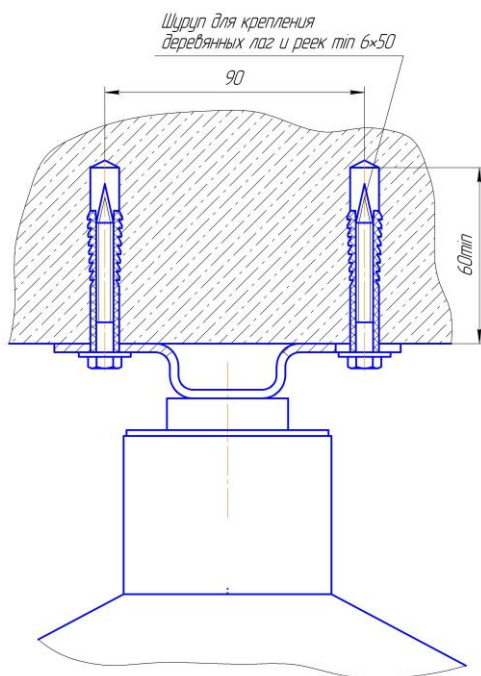

Рис.3.
6.2.1 МПП крепить к потолочному перекрытию (Рис.3) дюбелями диаметром 10 мм, саморезами или шурупами минимум 6*50 мм. При этом крепление МПП к потолочному перекрытию должно выдерживать статистическую нагрузку не менее 100 кг. в течение 5 минут.